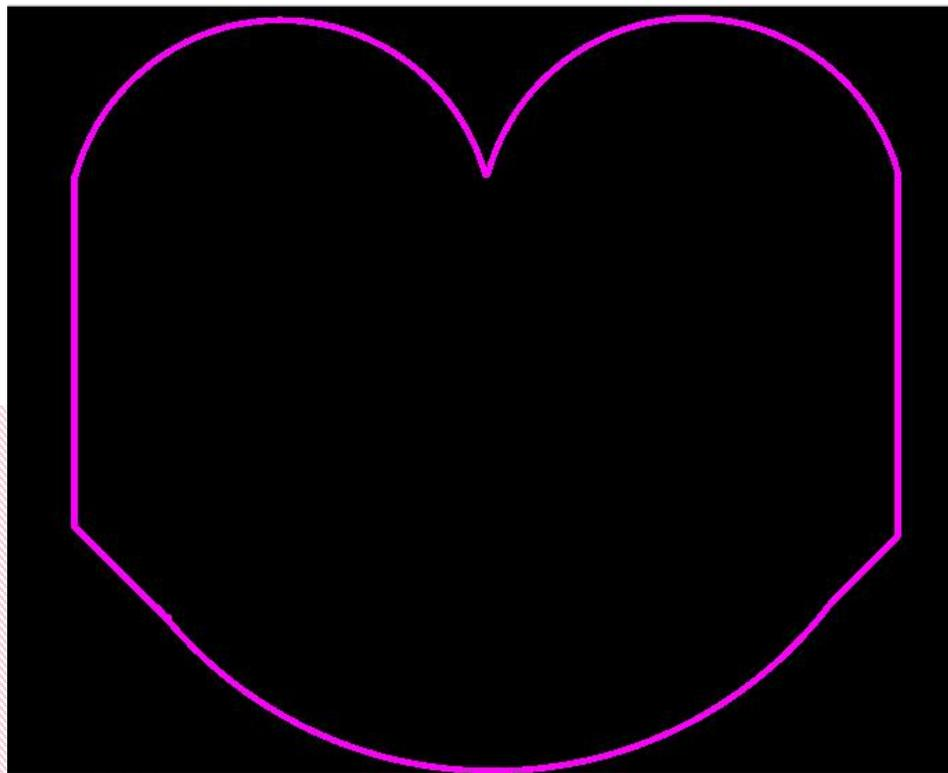

图5-59 绘制完的图形
(8) 现在在绘制两边的走线，完成一个封闭图形。如图5-59所示。